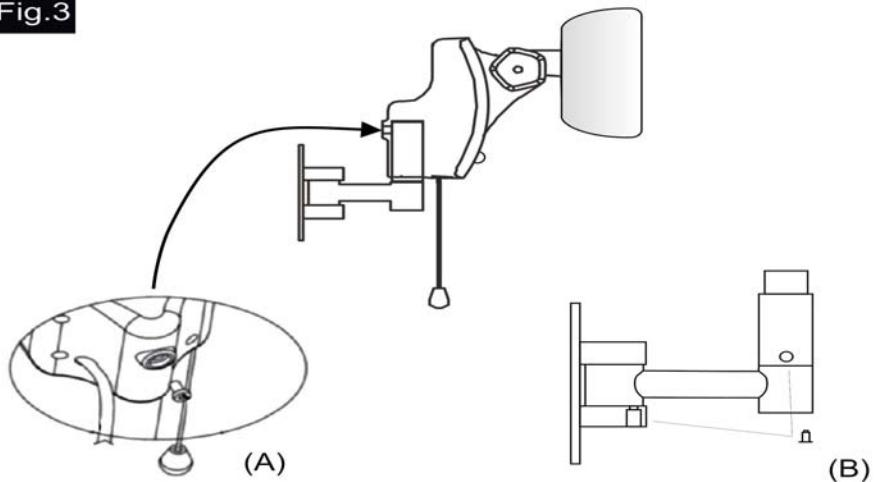

Fig.4
- 4.4. **AUTOMÁTICO:** activando el sensor de presencia (**Fig. 5. 4**), éste controlará el funcionamiento del aparato automáticamente. En el momento que el sensor detecte un movimiento dentro de su área de influencia (**Fig. 4**) encenderá la/s lámpara/s.